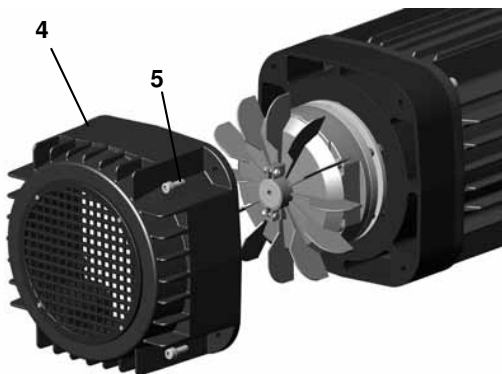

Abb. 147a
3. Begeben Sie sich in Arbeitshöhe und entfernen Sie das Schutzgitter -4-, indem Sie die vier Schrauben -5- vollständig abnehmen (Abb. 147a).